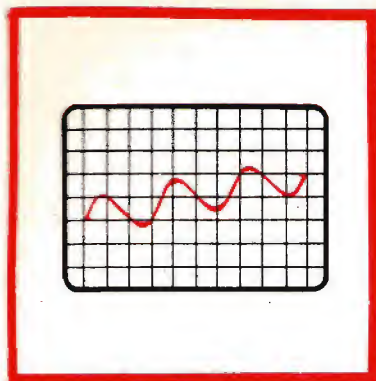

Fig. 2 - Diagramma del segnale di bassa frequenza del canale di sinistra.
**Fig. 2 - Cablaggio su circuito stampato dell'apparato per luci psichedeliche.** Le tre resistenze semifisse (trimmer potenziometrici) potranno essere sostituite con altrettanti normali potenziometri, in modo da ottenere un controllo rapido del livello del segnale da inviare a ciascun canale. Il valore di questi tre componenti (R1-R3-R5) può oscillare fra i 1.000 e i 5.000 ohm. Le alette di raffreddamento dei diodi SCR svolgono un duplice compito: dissipazione del calore e collegamento con l'anodo del componente.
Supponiamo, ad esempio, che il canale sinistro risulti composto da una nota sinusoidale alla frequenza di 3 KHz, mentre quello destro risulti composto da una nota, anch'essa di forma sinusoidale, ma alla frequenza di 1 KHz; questi due segnali sono rappresentati nelle figure 2 e 3.
Il segnale S + D, cioè il segnale somma dei due segnali rappresentati nelle figure 2 e 3, è stato riprodotto in figura 4.